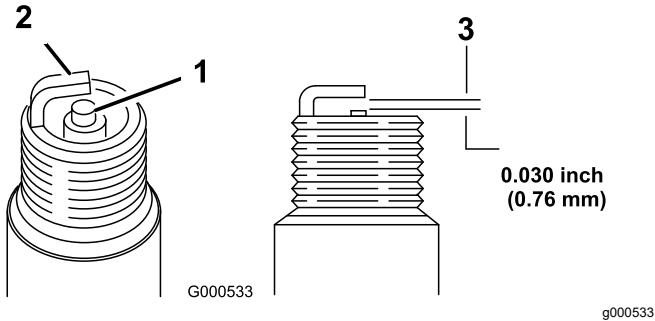

Рисунок 24
- Установите в свече зазор, равный 0,76 мм; см. (Рисунок 24).